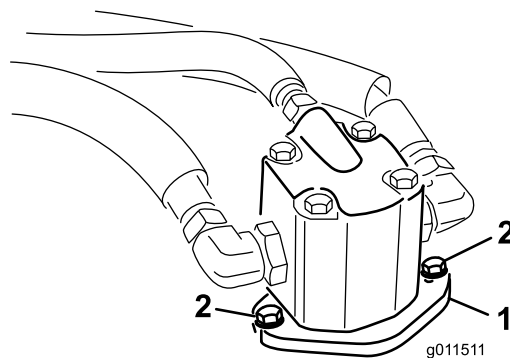

Figura 76
- Rimuovete i bulloni che fissano il motore idraulico al piatto di taglio (Figura 76).